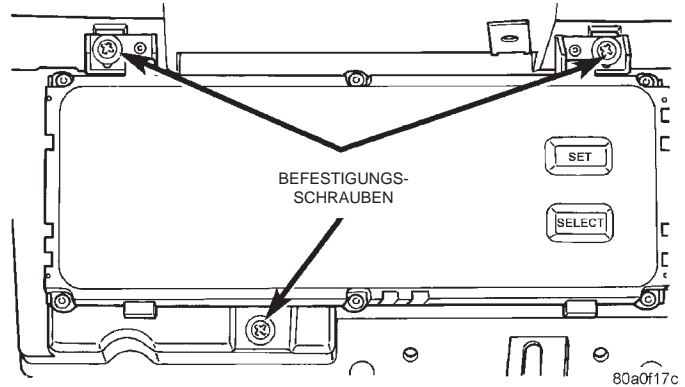

Abb. 12 Allraddisplay und Infodisplay aus- und einbauen
(1) Handschuhfach aus der Instrumententafel ausbauen, siehe Kapitel "Handschuhfach".
(2) Die drei Schrauben lösen, mit denen das Allraddisplay (GDM) bzw. das Infodisplay (VIC) an der Instrumententafel-Armatur befestigt ist (Abb. 12).
(3) Das Display so weit aus der Instrumententafel ziehen, daß der Kabelbaum-Steckverbinder abgezogen werden kann.
(4) Das Display von der Instrumententafel abnehmen.